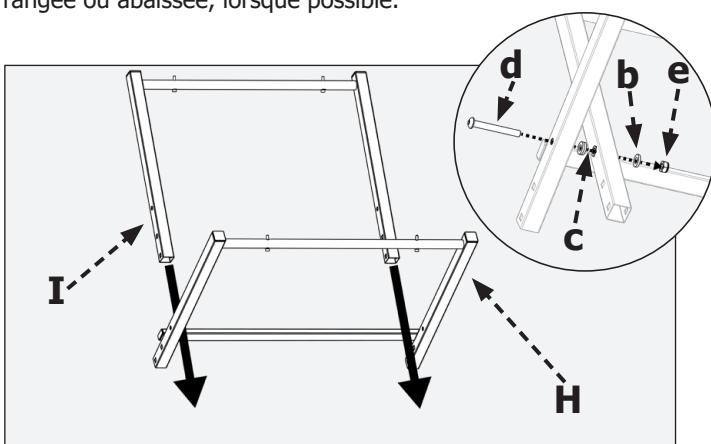

FIGURE 1
Monter la pièce 2 du cadre du support (I) sur la pièce 1 du support (H) qui croise le support comme illustré (figure 1). Fixez l'ensemble du support à l'aide de la vis d'assemblage à tête cylindrique à six pans creux M8 x 65 mm (d), l'entretoise M8 (c), la rondelle M8 (b) et l'écrou M8 (e). (figure 1)
**REMARQUE :** L'entretoise M8 (c) est entre les pièces du support (H) et (I).